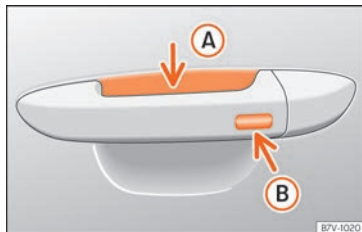

Fig. 142 Poignée de porte : surfaces sensibles.
- Appuyez un doigt pendant quelques secondes sur la surface sensible de verrouillage **» fig. 142 B** de la poignée de porte jusqu'à ce que le toit ouvrant se ferme. Si vous cessez de toucher la surface sensible, la fonction d'ouverture/fermeture s'interrompt.